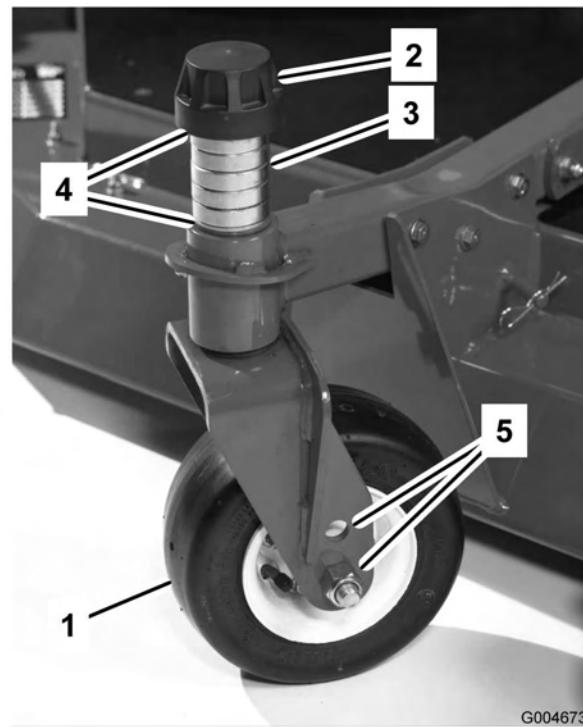

Figure 78
1. Enlevez le chapeau de tension de l'axe de pivot et sortez l'axe du bras pivotant (Figure 78). Repositionnez les cales pour éléver ou abaisser la roue pivotante, selon les besoins, et obtenir la bonne inclinaison.